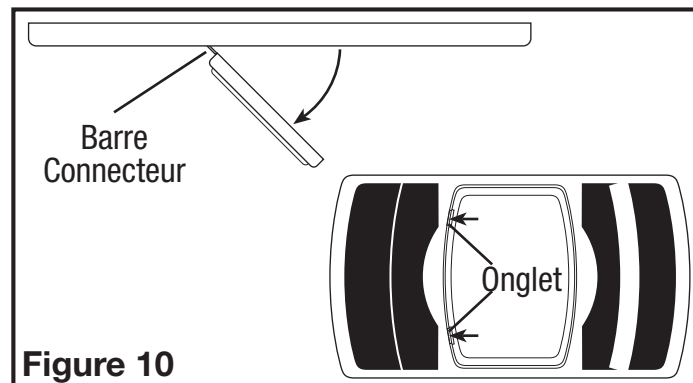

Figure 10
3. Enlever la grille de la boîte et ouvrir la section lentilles de lampe en poussant sur les deux onglets des lentilles de lampe et en tirant vers l'extérieur des lentilles. Les lentilles basculeront en position ouverte sur les barres connecteurs. NE PAS enlever les lentilles de la grille (**Figure 10**).